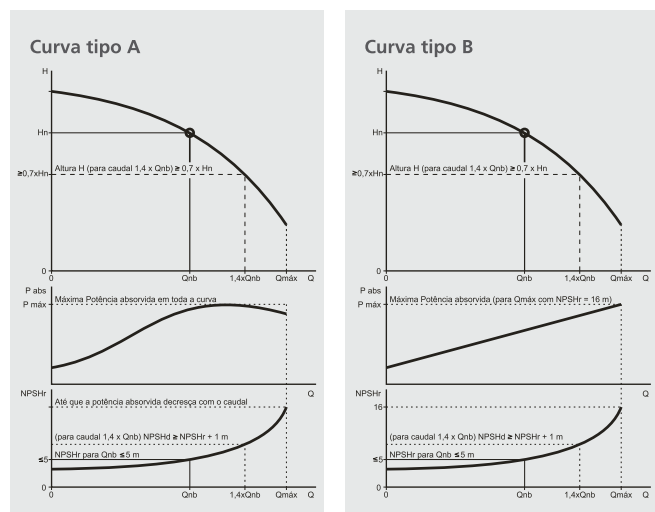

Fig. 3: Tipos de curvas de potência
a) Se a curva de potência é crescente até um valor máximo e decrescente a partir desse ponto (fig. 3, curva tipo A), potência máxima é a absorvida no ponto máximo.
b) Se curva de potência é sempre crescente (fig. 3, curva tipo B), a potência máxima é a potência correspondente a um NPSH requerido da bomba igual a 16 m.